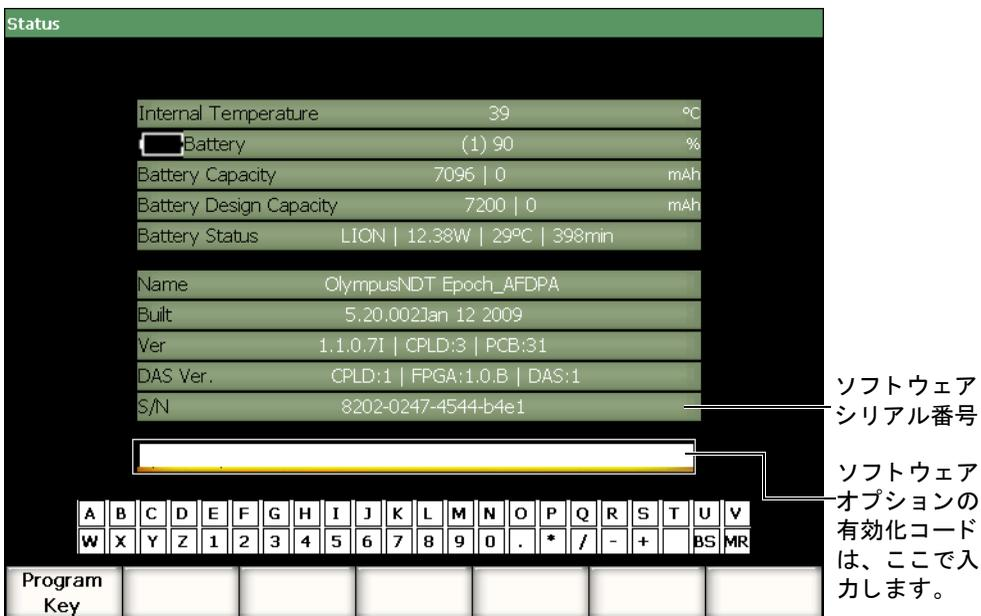

図 11-1 有効化コード入力ダイアログボックス
1. 3/5 > 探傷器セットアップ > ステータスを選択し、196 ページ図 11-1 に示されているステータスセットアップページを開きます。
5. 仮想キーボードを使って、仮想キーボードの上の領域に有効化コードを入力します (196 ページ図 11-1 参照)。